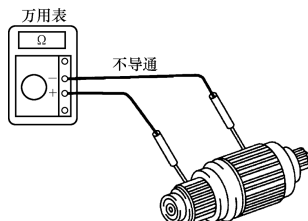

图 4-42 检查换向器是否接地
(2) **检查换向器是否接地** 如图 4-42 所示, 用万用表检查换向器与电枢绕组铁心之间, 应不导通。若导通, 应更换电枢。